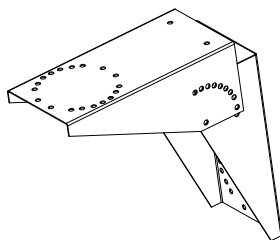

Figura 3 — Conjunto de Soporte
2. Inserte la parte más ancha del reborde de un soporte dentro de la parte más ancha del reborde del segundo soporte, formando una "V", como se muestra en la Figura 3.